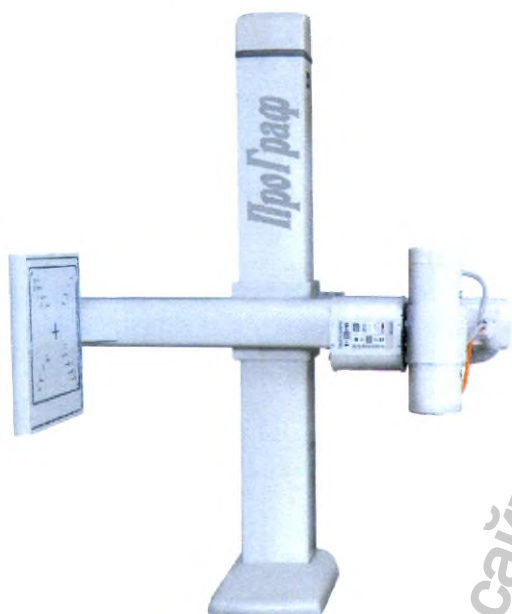

Рисунок 12 - Аппарат при горизонтальном положении траверсы
6.6.1 Установить траверсу в горизонтальное положение (рис.12) и проверить её моторизованное перемещение «вверх-вниз», поворот «влево-вправо», нажимая на соответствующие кнопки ↑, ↓, ← или → на дистанционном пульте управления или пульте управления АРМ1, проверяя срабатывание концевых датчиков